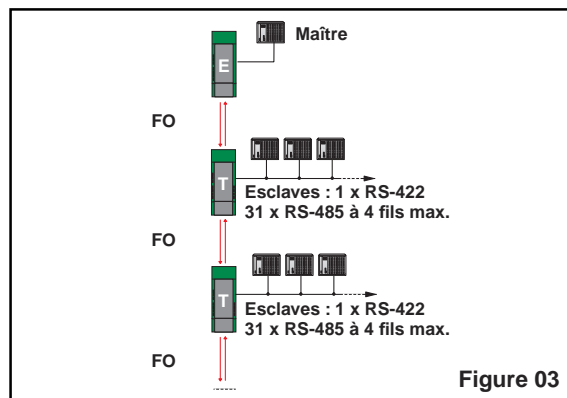

Figure 03
2.2 Structures linéaires (fig. 03)
La structure linéaire fibre optique (fig. 03) permet de mettre en réseau plusieurs équipements RS-422/RS-485 à 4 fils selon une architecture maître-esclave. Dans ce cas, il est nécessaire que tous les équipements terminaux soient adressables via un logiciel de communication. Les deux extrémités de la ligne FO sont équipées d'**appareils terminaux PSI-MOS-RS422/FO ... E** et des **coupleurs en T PSI-MOS-RS422/FO ... T** à 2 portes optiques sont installés sur la ligne.